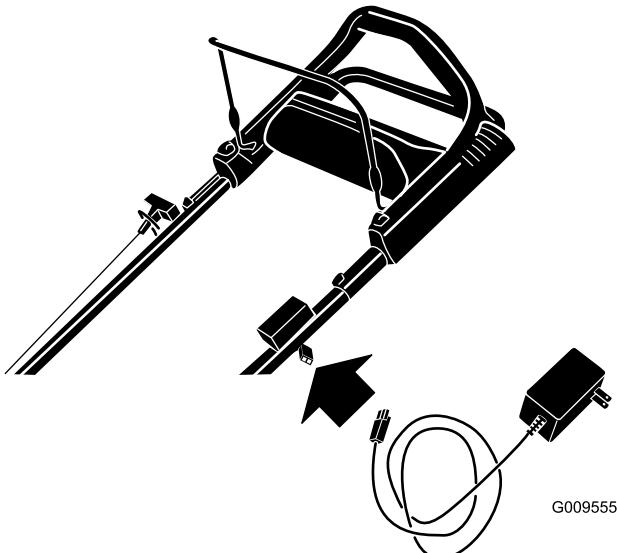

Figure 25
- Branchez le chargeur au faisceau de câblage de la machine situé sous la clé de contact (Figure 25).